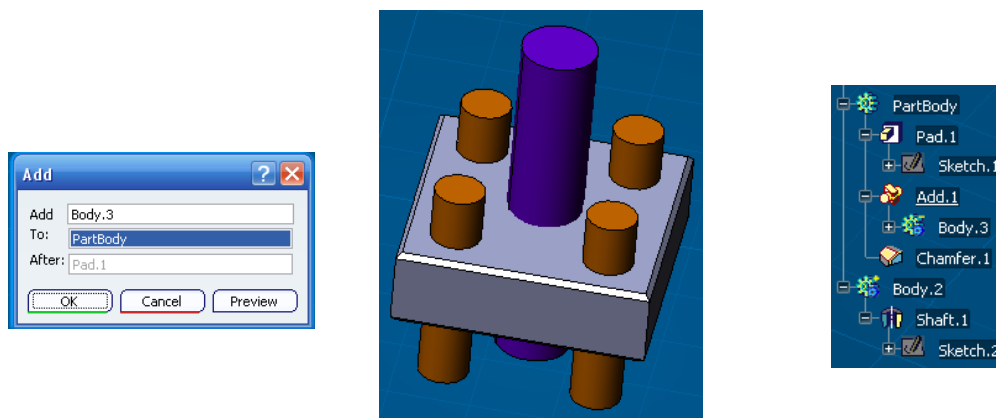

Ilustración 261: Añadir cuerpo 3, en vez de ensamblarlo.
**Add (Unir / Sumar).** Permite añadir un cuerpo a otro sin respetar las características del material. De esta manera, si en el ejemplo que nos ocupa en lugar de realizar una operación *Assemble* se utiliza la opción *Add*, a pesar de que el cuerpo a introducir sea un agujero (*Pocket*), el resultado final es como si se estuviera introduciendo material a la pieza ya que *Add* siempre suma material (ver Ilustración 261).